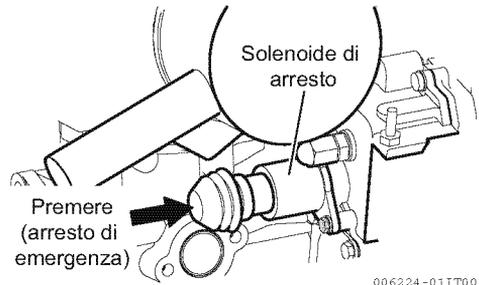

Figura 13
- 2- Operare con il motorino di avviamento mentre si preme il pulsante dell'arresto di emergenza (**Figura 13**) sul retro della pompa del combustibile. Questo arresta la fornitura di combustibile.